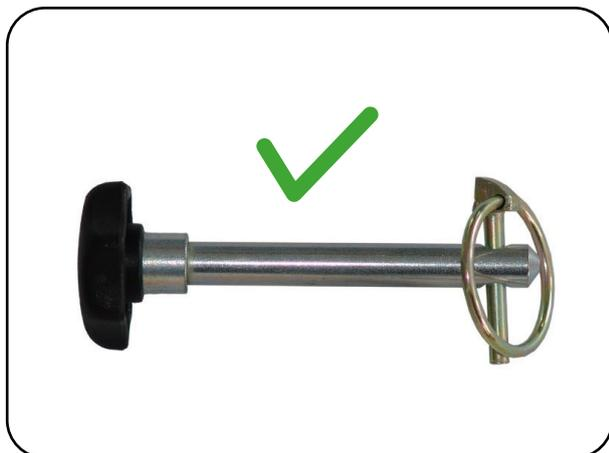
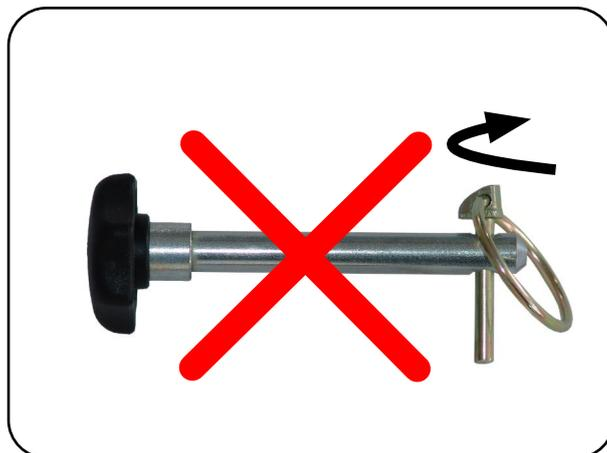

Abb. 6.1.05 - Klappsplint richtig montiert
Abb. 6.1.06 - Klappsplint falsch montiert
Der Klappsplint ist richtig montiert, wenn die plane Seite des Splintkopfes zur Standmastaufnahme zeigt und der Sicherungsring am Splint anliegt. In Abb. 6.1.05 ist die richtige Position und in Abb. 6.1.06 ist eine falsche Position dargestellt.
**Beachten Sie die Einbaulage des Bolzens und montieren Sie den Klappsplint gemäß Abb. 6.1.05. Nichtbeachtung kann zum Absturz des Patienten und damit zu schweren Verletzungen bis zum Tod des Patienten führen.**
Schieben Sie den Bolzen bis zum Anschlag durch die Bohrungen in der Standmastaufnahme. Nehmen Sie dann den Klappsplint und klappen Sie den Sicherungsring des Splintes nach oben (1). Stecken Sie den geöffneten Klappsplint in die Bohrung des Bolzens (2). Achten Sie darauf, dass die plane Seite des Splintkopfes zur Standmastaufnahme zeigt. Klappen Sie zur Sicherung des Splintes den Sicherungsring des Splintes wieder nach unten (3). Kontrollieren Sie zum Abschluss, dass der Sicherungsring am Splint anliegt (Abb. 6.1.05).